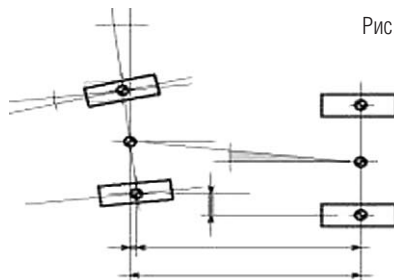

Рис. 4
5. Углы перекаса осей или сдвига колес (см. рис. 4). Исправный автомобиль должен иметь параллельные друг другу оси передних и задних